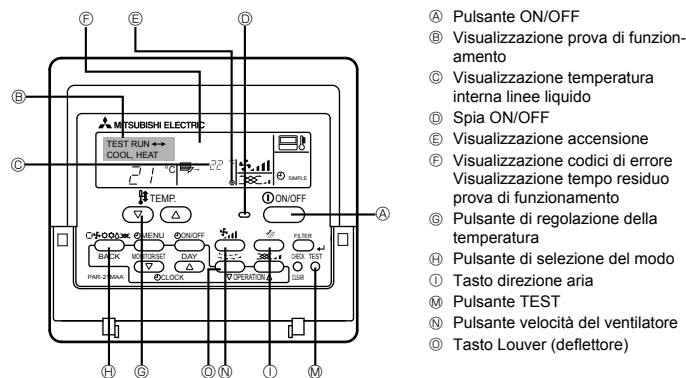

Fig. 6-1
6. Prova di funzionamento (Fig. 6-1)
Uso del comando a distanza con filo (Fig. 6-1)